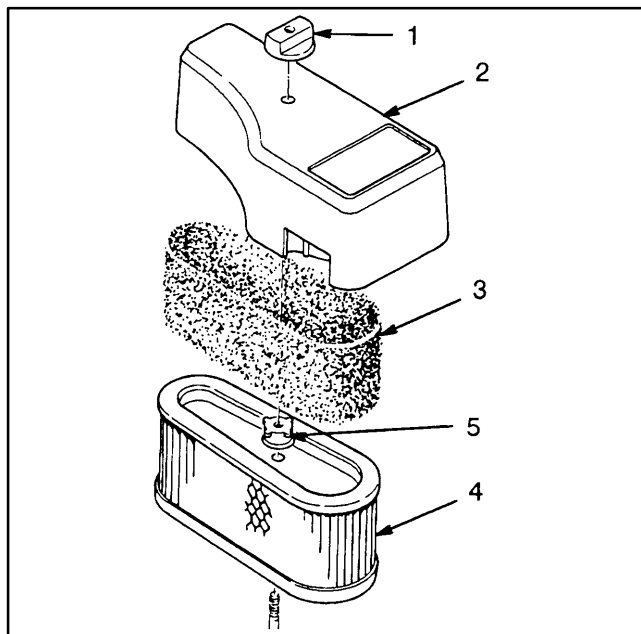

Figure 15
2. Déposer le bouton et le couvercle du filtre à air (Fig. 15).
3. Le pré-filtre mousse devrait être nettoyé toutes les 25 heures (Fig. 15). Déposer le pré-filtre en le faisant glisser hors de la cartouche en papier (Fig. 15).
4. La cartouche papier du filtre à air devrait être remplacée toutes les 100 heures. Déposer un écrou du haut de la cartouche papier (Fig. 15).